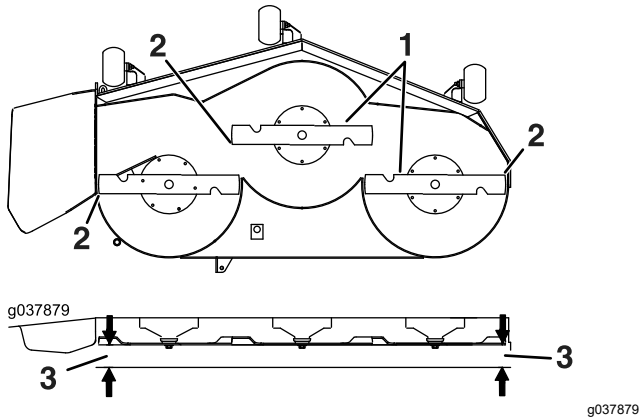

Figure 95
6. Mesurez la distance entre la pointe des lames et le sol plat (Figure 95). Si les deux mesures diffèrent de plus de 5 mm (3/16 po), ajustez l'horizontalité des lames; poursuivez cette procédure.
13. Tournez prudemment les lames pour qu'elles soient parallèles dans le sens transversal (Figure 95).